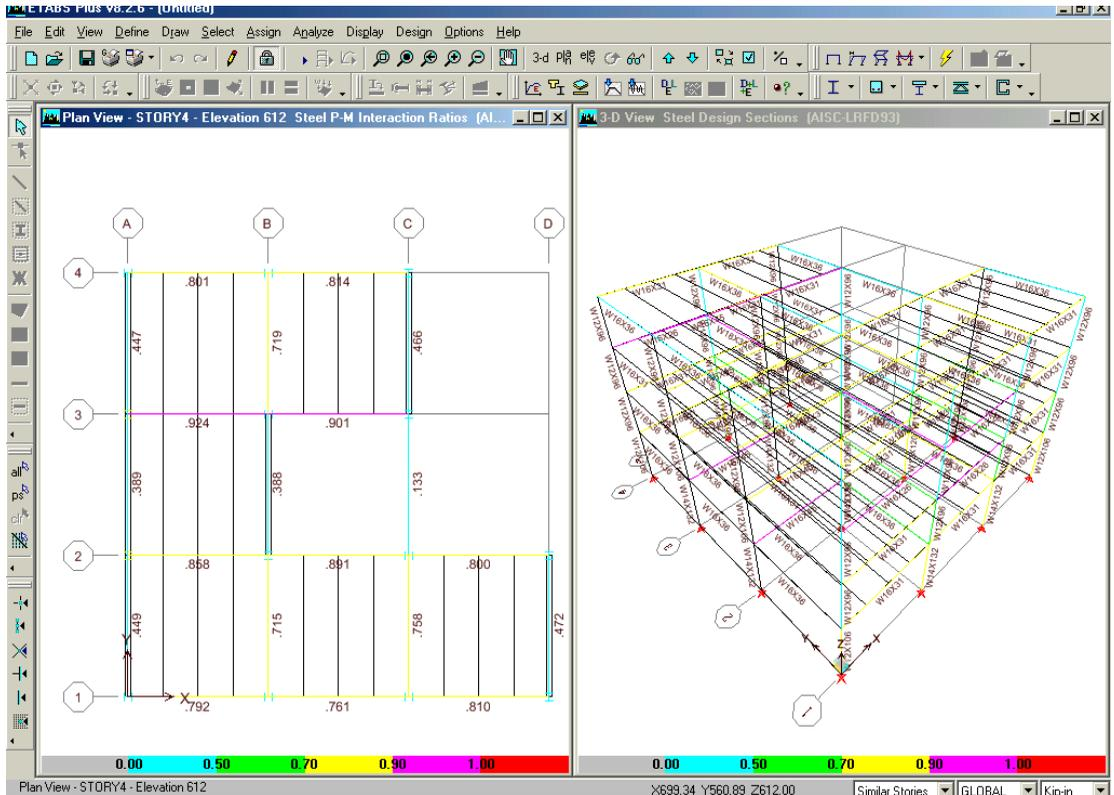

Figura 57 Mensaje de advertencia por un diseño incompleto en el Análisis vs. Diseño de Sección
D. Cuando el diseño inicial este complete, un cuadro similar a lo que se muestra en la figura 57 aparecerá.
Similar al diseño compuesto (descrito en el paso 11), en el análisis inicial, el programa usara la sección media para el peso de las secciones seleccionadas de las listas AUTOLATBM y A-Latcol para el análisis. Las secciones diseñadas escogidas difieren para la secciones de análisis usadas. El mensaje en la figura 57 indica que el análisis y el diseño de la sección son diferentes.